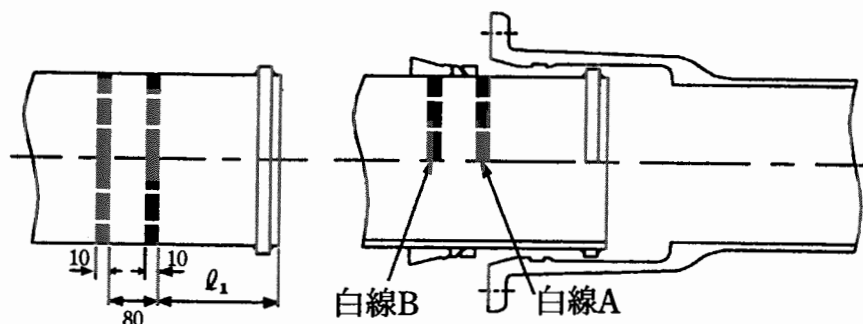

図8 挿し口の挿入完了
- (1) 継ぎ輪の許容曲げ角度は、片側受口について直管と同じ(表6参照)。したがって、両受口で直管の2倍になる。
- (2) 挿し口の白線(表4参照)を受口端面に合わせる(図8参照)ことにより、両挿し口端の間隔は表7の標準間隔 y_1 となる。